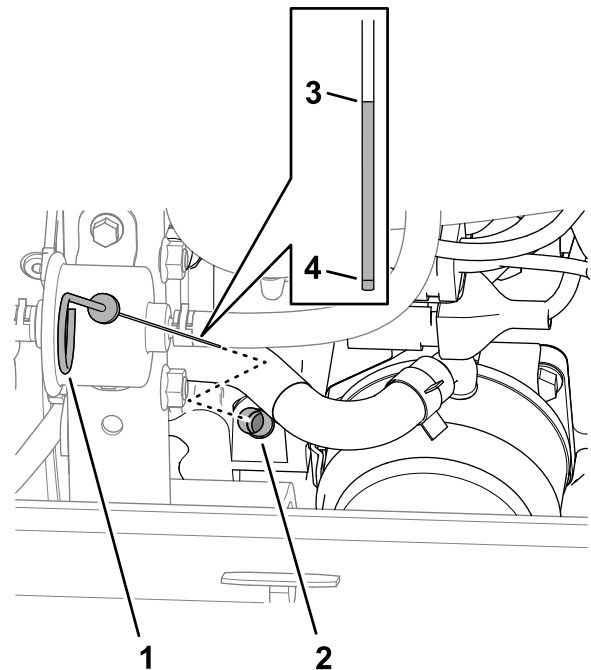

Bild 123
- Entfernen Sie den Ölpeilstab aus dem Peilstabrohr (Bild 123) und wischen Sie ihn mit einem sauberen Lappen ab.